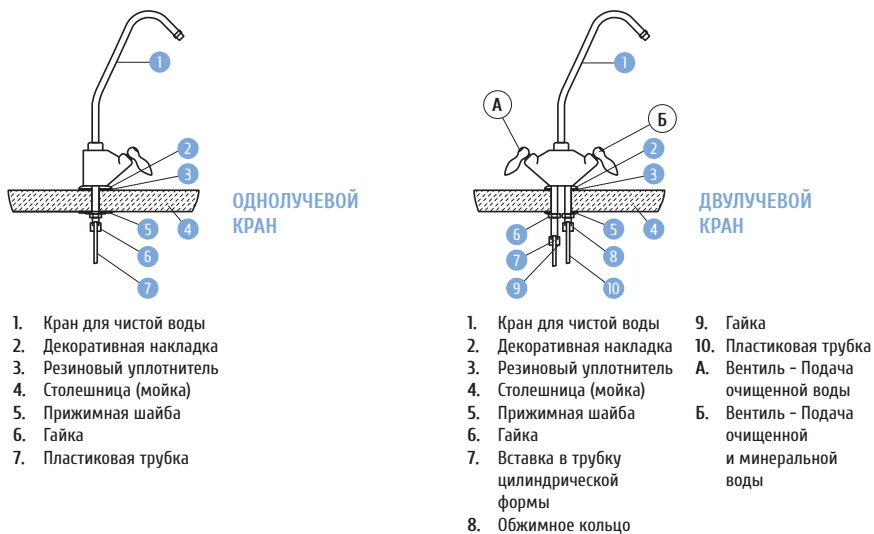

Рис. 11
5.5.3. Установите кран по схеме, указанной на Рис. 11, в зависимости от модели крана – однолучевой или двухлучевой.
5.5.7. Присоедините к резьбовой части крана трубку для модели FRO-5N, FRO-5NP (Рис. 11 однолучевой).
5.5.8. Для моделей FRO-6N, FRO-6NP, FRO-7N, FRO-7NP присоедините две трубки к резьбовой части крана (Рис. 11 двухлучевой).